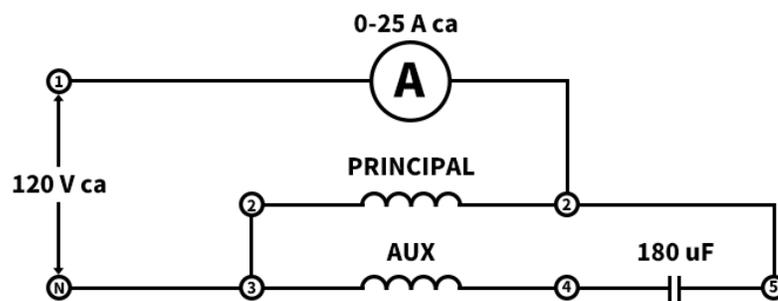

Figura 8-3
4. a) Conecte los dos devanados en paralelo, terminales 1 a 3, y 2 a 5, como se señala en la Figura 8-3.